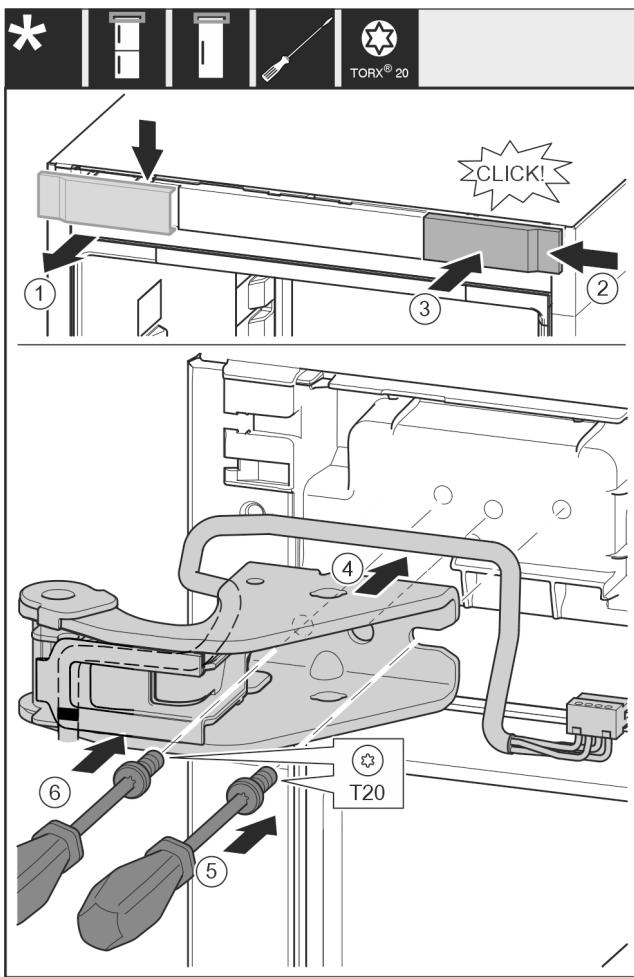

Fig. 32
- Skinite pokrov odozgo prema naprijed. Fig. 32 (1)
- Objesite pokrov okrenut za 180° na drugoj strani s desne strane. Fig. 32 (2)
- Pustite da pokrov uskoči. Fig. 32 (3)
- Postavite gornji podložak ležaja. Fig. 32 (4)
- Odvijačem T20 umetnите i pritegnite vijak. Fig. 32 (5)
- Odvijačem T20 umetnите i pritegnite vijak. Fig. 32 (6)